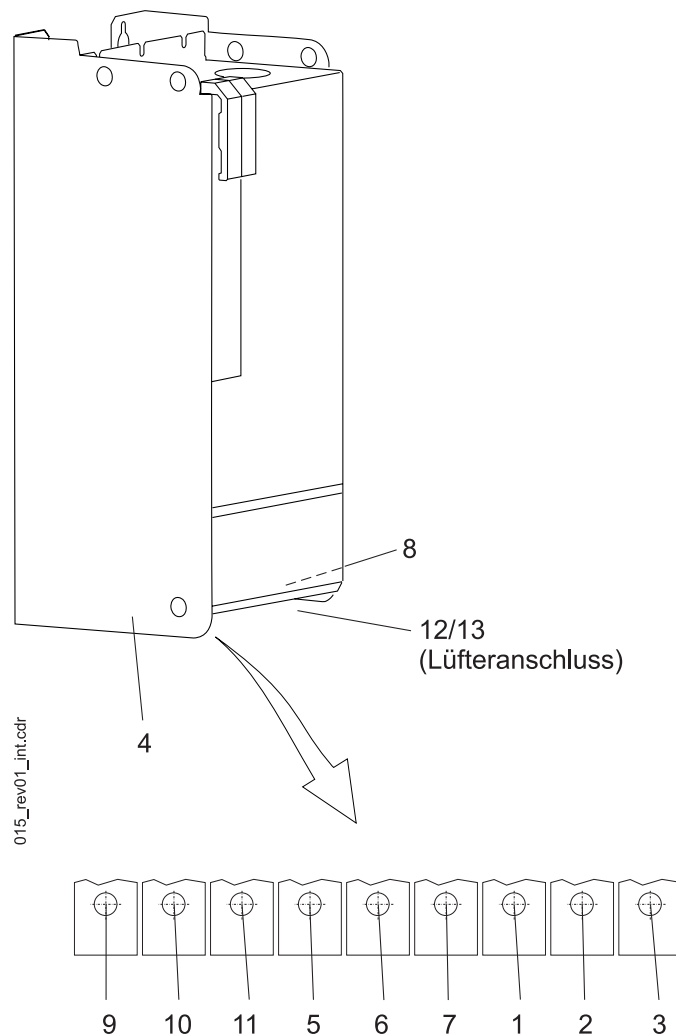

Abbildung 11: Leistungsanschlüsse
Leistungsanschlüsse befinden sich an der Unterseite des Gerätes (siehe ▶Abbildung 11◀ auf Seite 43).
1) Position, siehe ►Abbildung 11◄ auf Seite 43.